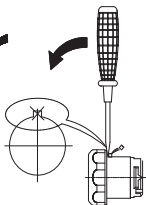

图4 撬定位块
3.1.2 安装孔若无定位槽,可先用螺丝刀撬掉操动器上的定位块,然后再按以上步骤安装,见图4。